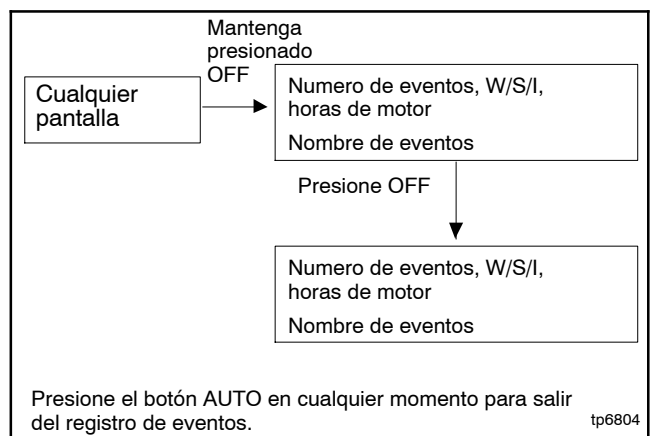

Figura 4-7 Registro de eventos
El registro de eventos muestra hasta 10 fallas y avisos del controlador, comenzando con el evento más reciente. Los eventos se enumeran del 1 al 10, siendo 1 el más reciente. Cada evento se muestra con la fecha y hora, un número, una letra para indicar si el evento fue una advertencia (W), parada (S) o aviso informativo (I), las horas de motor al momento del evento y la descripción del evento. Consulte la Figura 4-7.